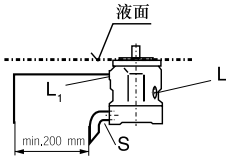

图 1
a) 当油箱的最低液面和泵的安装法兰面同高或更高时，将“L”口堵死而将“L1”和“S”打开；推荐“L1”和“S”口L1接上管道（如图1）。